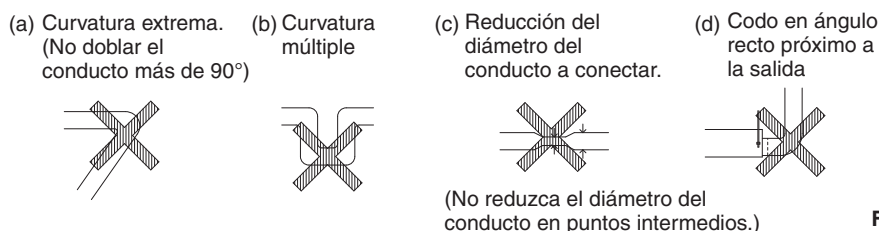

Figura 15
- No conecte los conductos tal como se muestra en la figura 15.